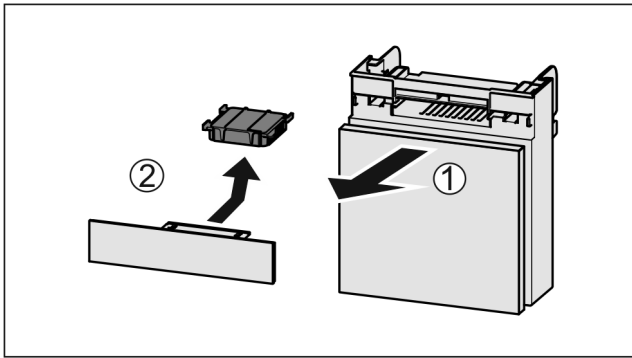

Fig. 136
- ▶ Fach nach vorne herausziehen Fig. 136 (1).
- ▶ Aktivkohlefilter entnehmen Fig. 136 (2).